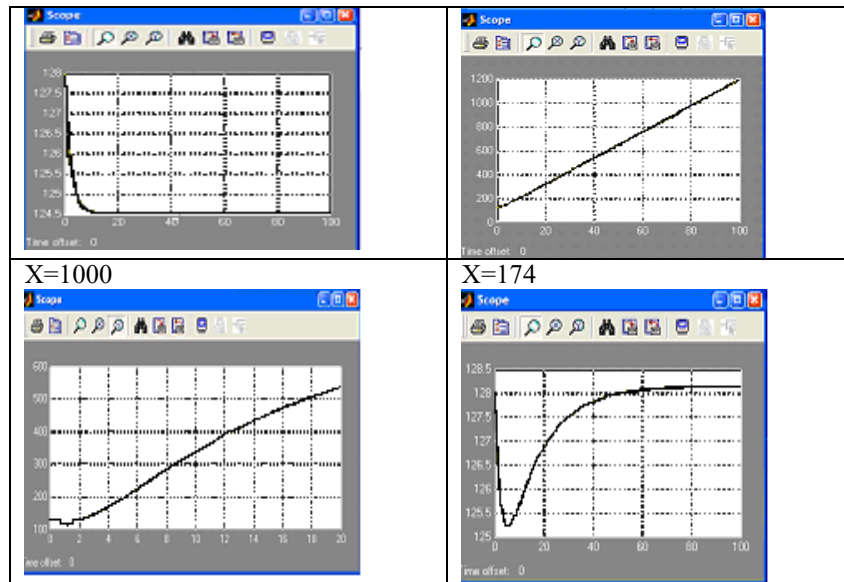

Рис.2.49
19. Для исследования процесса и решения поставленной модели, необходимо задавать различные значения входного воздействия  $x(t)$  и каждый раз просматривать результаты в окне осциллографа. На рис.2.49 показаны результаты расчета  $y(t)$  (температура на выходе) при различных  $x(t)$  (расход пара на входе). Можно сделать вывод, что наиболее оптимальным, для поддержания температуры на выходе равной  $128^{\circ}\text{C}$ , является расход пара  $x(t) = 174$